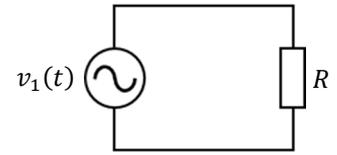

図 1. 交流回路
- 1) 図 1 に示す通り、抵抗 R [Ω]の両端に交流電圧 $v_1(t) = V_1 \sin \omega t$ [V] が印加されている。このとき、交流電圧 $v_1(t)$ の実効値について説明した以下の文章中の①～⑤に当てはまる数式を答えよ。ただし、①については「①の選択肢一覧」の中から選んで答えよ。